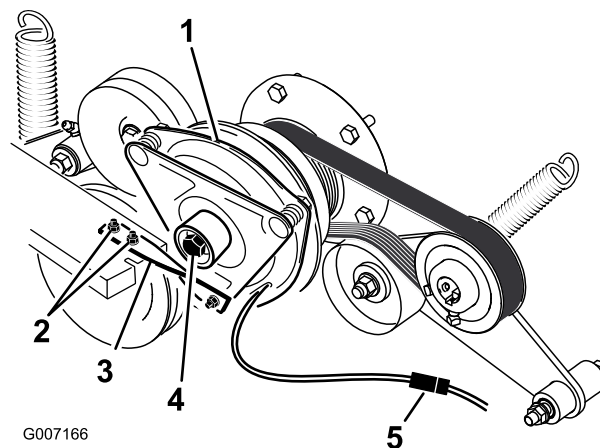

Figure 53
6. Débranchez la connexion électrique de l'embrayage (Figure 53).
7. Déposez les deux boulons qui fixent la barrette d'embrayage en caoutchouc au châssis du plateau de coupe (Figure 53).
8. Déposez le boulon central de fixation de l'embrayage à l'arbre du moteur, et déposez l'embrayage et la clavette (Figure 53).
15. Tout en maintenant le vilebrequin à l'arrière de la machine, posez le boulon central et serrez-le à 68 Nm (50 pi-lb) (Figure 53).
16. Fixez la barrette caoutchouc de l'embrayage sur le châssis du plateau de coupe au moyen des deux boulons et écrous retirés précédemment (Figure 53).
18. Branchez la connexion électrique de l'embrayage (Figure 53).